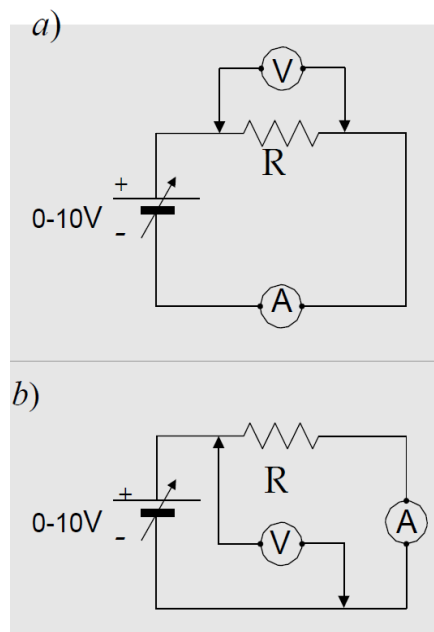

Figura 1 - Os dois circuitos a serem montados na 1ª parte do trabalho laboratorial.
4. Monte o circuito da Figura 1-a).
7. Depois de reduzir os controles de tensão e corrente da fonte, desmonte o circuito e monte o circuito mostrado na Figura 1 b). Repita todos os procedimentos anteriores.